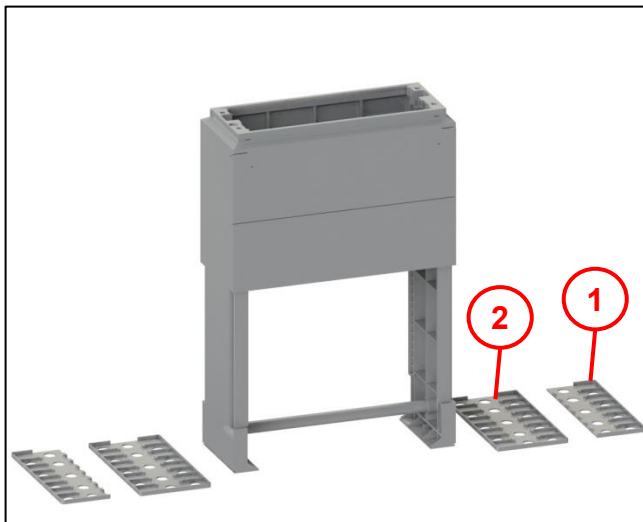

Abb. 11
- Bei Typ F den Sockel in die Führungsnut der Fußplatten (4) einschieben.
- Bei Typ L sind die Fußplatten optional (siehe Abb. 11).
- Kabelhalteschiene (1) und Fußstützrohr (3) in die Aussparungen einsetzen.